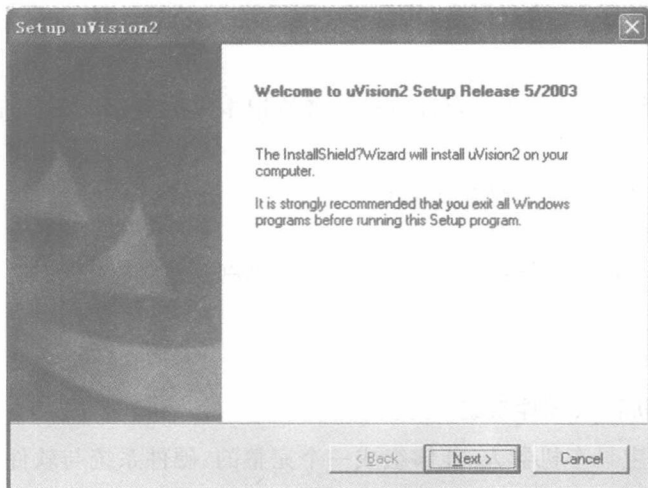

图 1-1-2 安装向导窗口
(1) 执行 Keil uVision2 安装程序,如 D:\keil\setup\setup.exe 安装程序,选择 Eval Version 版进行安装,出现安装向导窗口,选择 Next 按钮,如图 1-1-2 所示。